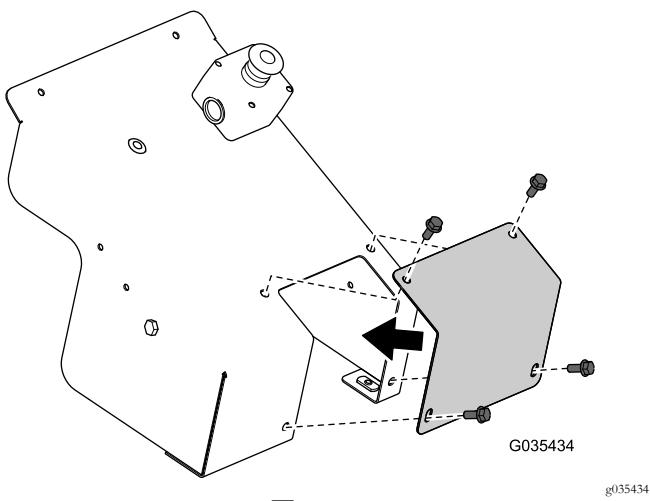

図 21
12. 保存してあった金具類を使用して、先ほど外した手動操作部カバーをカバーに取り付ける図 21。